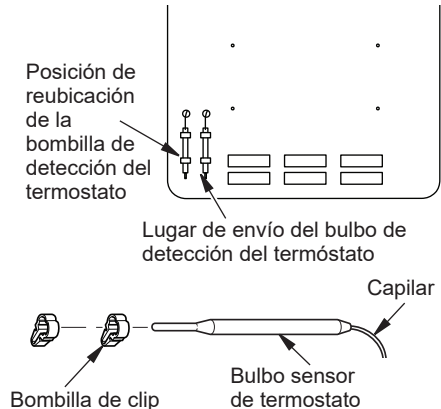

Figura 5 - Mover bulbo sensor de termostato
1. Retire con cuidado los clips de bulbo con la bombilla de detección del termostato desde la posición de envío en el panel posterior, vea la Figura 5.